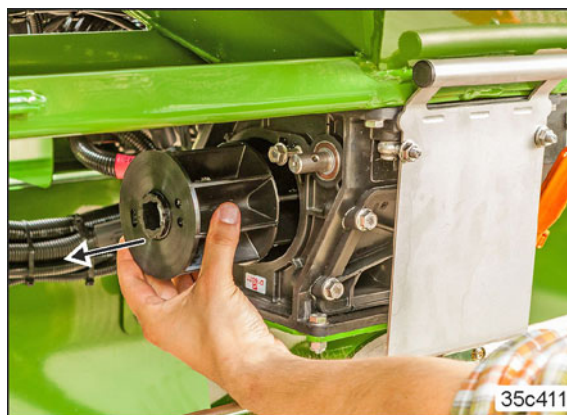

**Bild 153**
### 6. Demontera lagerlocket (Bild 153/1)
- 6.1 Vrid lagerlocket (Bild 153/2)
- 6.2 Ta ut lagerlocket (Bild 153/2).